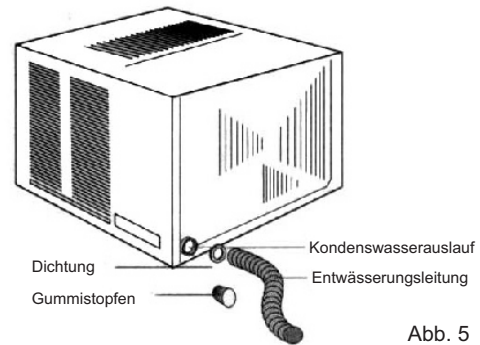

Abb. 5
Bauseits ist eine Leitung zum Anschluss mit an die Auslauföffnung zu verlegen (siehe Abb. 5).
5. Ringdichtung und Entwässerungsleitung nach Einbau in die Einheit an einer Seite des Klimagerätes anschliessen (siehe Abb. 5).